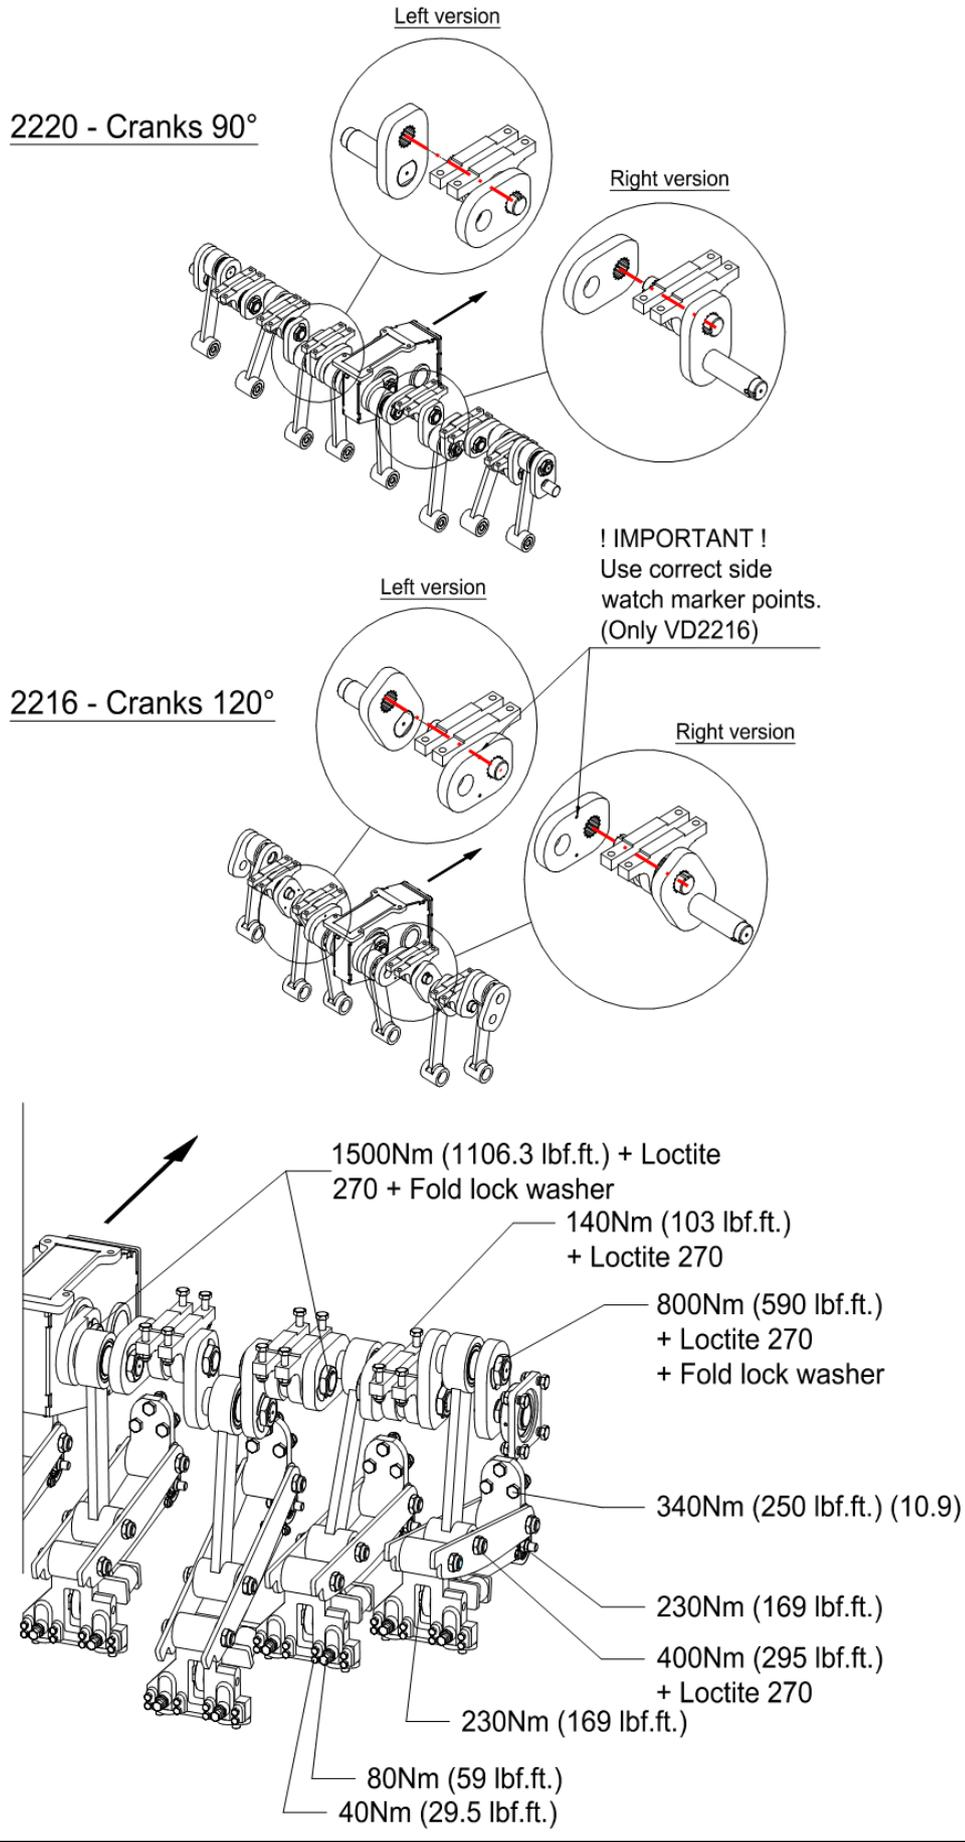

Fig. 15
3. Quite la biela (14) por el pasador (15) para eliminar.
10. Monte el elemento del cigüeñal en la posición correcta.(fig.15)
En la fig. 15 se indican los momentos de fuerza de los tornillos / las tuercas más importantes. Asegúrese de que los tornillos y las tuercas para que no se hayan dado estos reglajes, son apretados de la misma manera como tornillos y tuercas semejantes. Cuando tornillos y tuercas se aflojan, se puede usar Loctite para fijarlos.